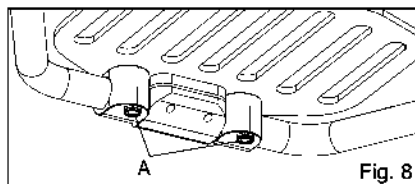

Fig. 8
1. Use una llave Allen de 4 mm para aflojar los dos tornillos (Fig. 8:A) que aseguran la placa reposapiés a la abrazadera de la placa reposapiés. No quite los tornillos de la placa reposapiés. Una vez flojos, la placa reposapiés girará fácilmente alrededor del tubo de extensión del reposapiés.
2. Seleccione la posición deseada y vuelva a apretar los dos tornillos M6 (Fig. 8:A) a 80 in/lb (9.04 N*m).